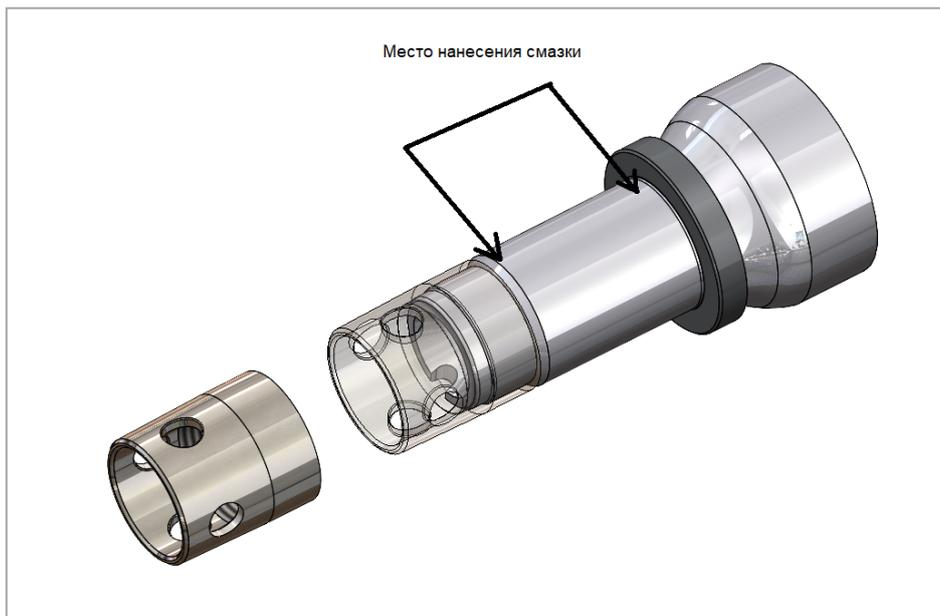

Рис. 12. Место нанесение смазки.
2) Нанесите тонкий слой антифреттинговой смазки 85% на цапфу, остаток 15% используйте ближе к упорному кольцу (рис. 12).